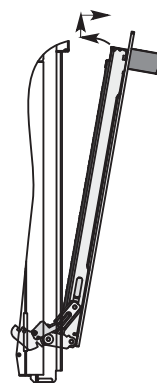

Рис. 13
4. Взять дверцу за боковые стороны и потянуть на себя и вверх, чтобы освободить нижние оси шарниров, см. рис.13;